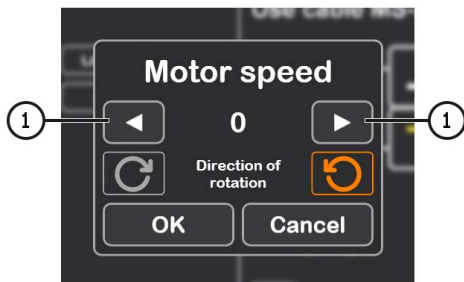

Рисунок 26.
3.1. После активации режима диагностики откроется окно предварительной проверки генератора см. рис. 26.
3.2. Кнопками управления приводом генератора (см. поз. 1 рис. 26) установите скорость вращения шкива генератора в пределах от 100 до 150 об/мин.
4. Перед активацией режима диагностики появиться откроется окно предварительной проверки генератора см. рис. 26.
4.1. Кнопками управления приводом генератора (см. поз. 1 рис. 26) установите скорость вращения шкива генератора в пределах от 100 до 150 об/мин.
4. После нажатия на кнопку «Automatic test» появиться откроется окно предварительной проверки генератора см. рис. 26.
3. Перед активацией режима диагностики появиться откроется окно предварительной проверки генератора см. рис. 26.
3.1. Кнопками управления приводом генератора (см. поз. 1 рис. 26) установите скорость вращения шкива генератора в пределах от 100 до 150 об/мин.